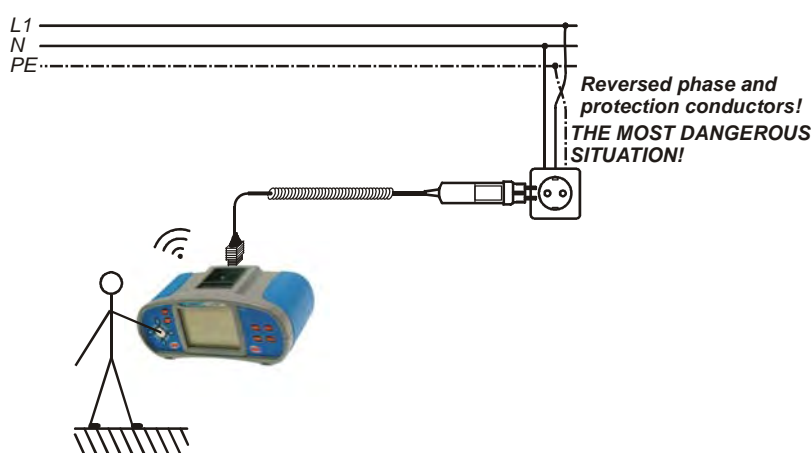

Abb. 5.42: Anschluss des Taster-Steckers an die Netzsteckdose mit vertauschten L- und PE-Leitern
- ❑ Schließen Sie die Prüflleitungen an die zu prüfende Anlage an (siehe *Abb. 5.42* und *5.43*).